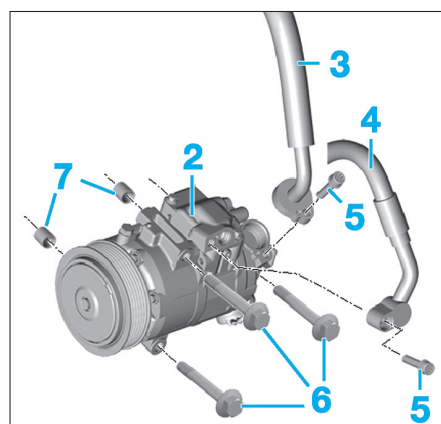

FIG. 5
- les vis (5) des conduites (3) et (4) (Fig.5),
- les vis (6),
- le compresseur de climatisation (2).